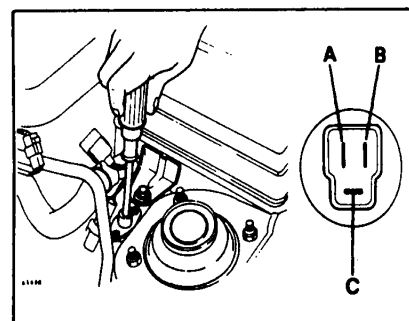

Рис. 4 Регулировка уровня выброса СО
- Поверните переменное сопротивление (рис. 4) по часовой стрелке до уменьшения частоты вращения ниже 750 об/мин.